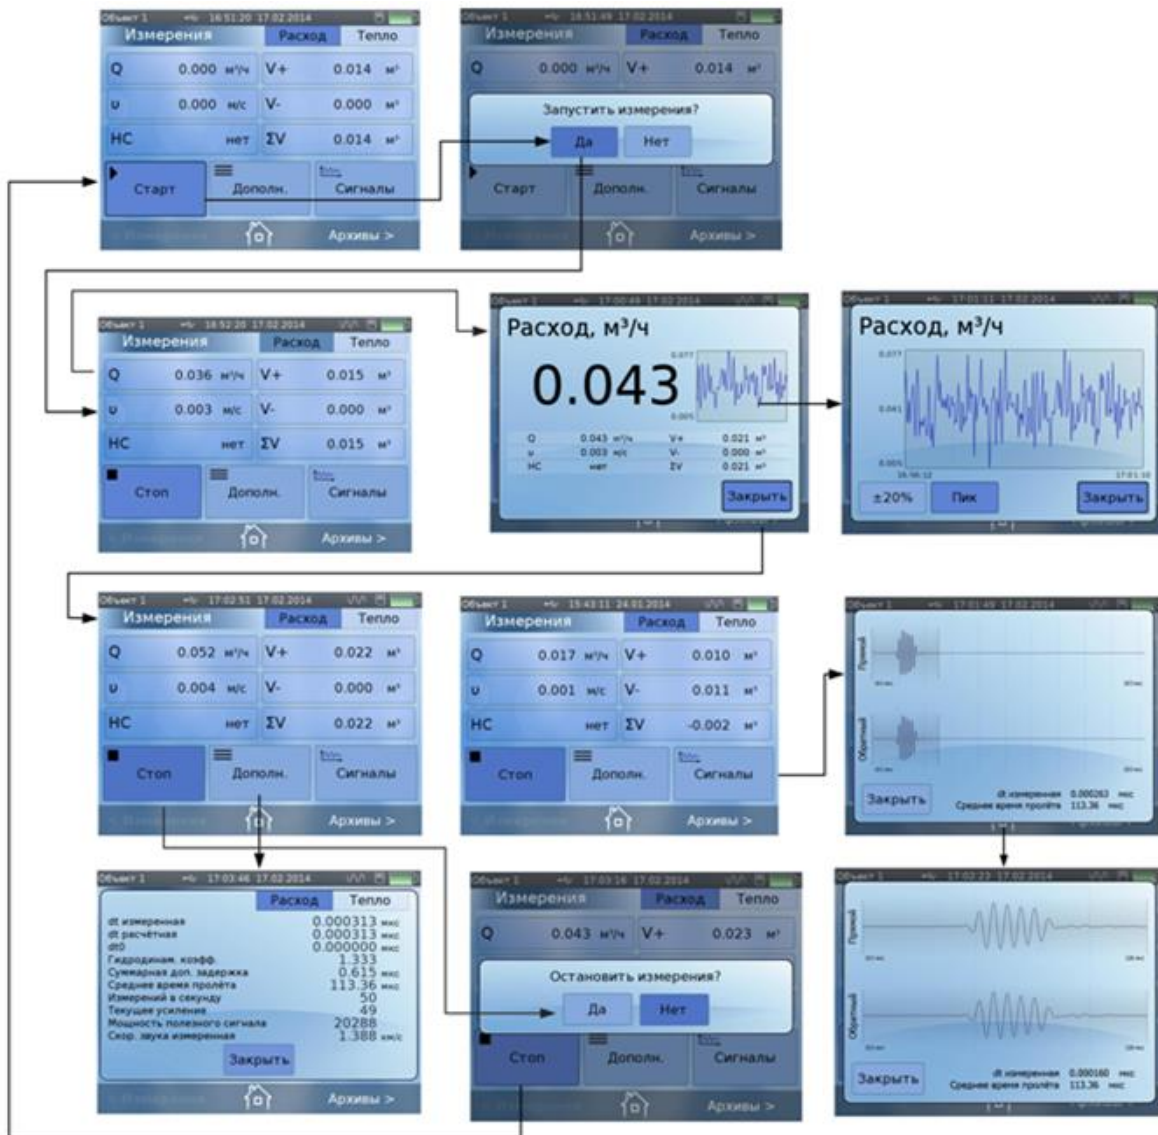

Рис.13. Окно «Измерения / Расход».
- 4.5. Перейти в окно **Измерения / Расход** и инициализировать кнопку **Старт**. После появления сообщения **Запустить измерения? Да, Нет** нажать кнопку **Да**. В правом верхнем углу дисплея рядом со значком карты памяти появляется значок  «синус», свидетельствующий о выработке зондирующего сигнала (см. рис.13).